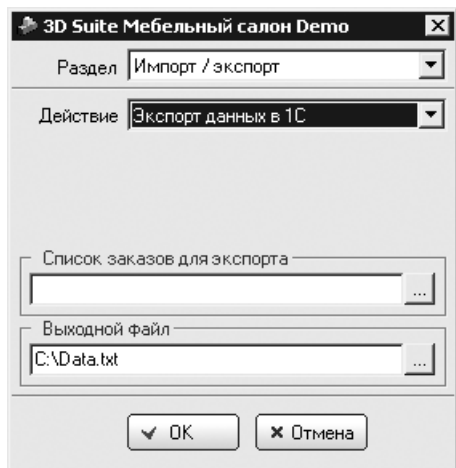

Рис. 8.28
1. Запустить программу и в стартовом окне в открывающемся списке Раздел выбрать пункт Импорт/Экспорт — окно изменит свой вид (рис. 8.28).